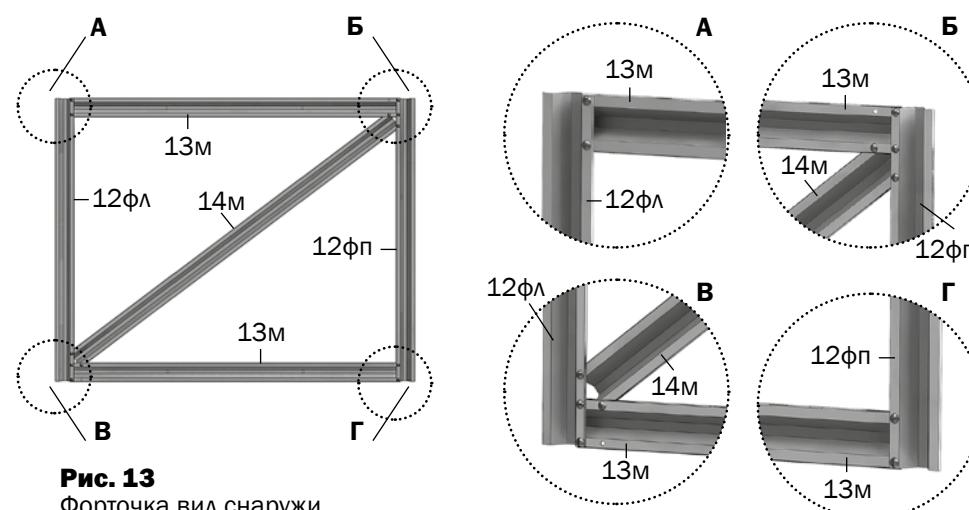
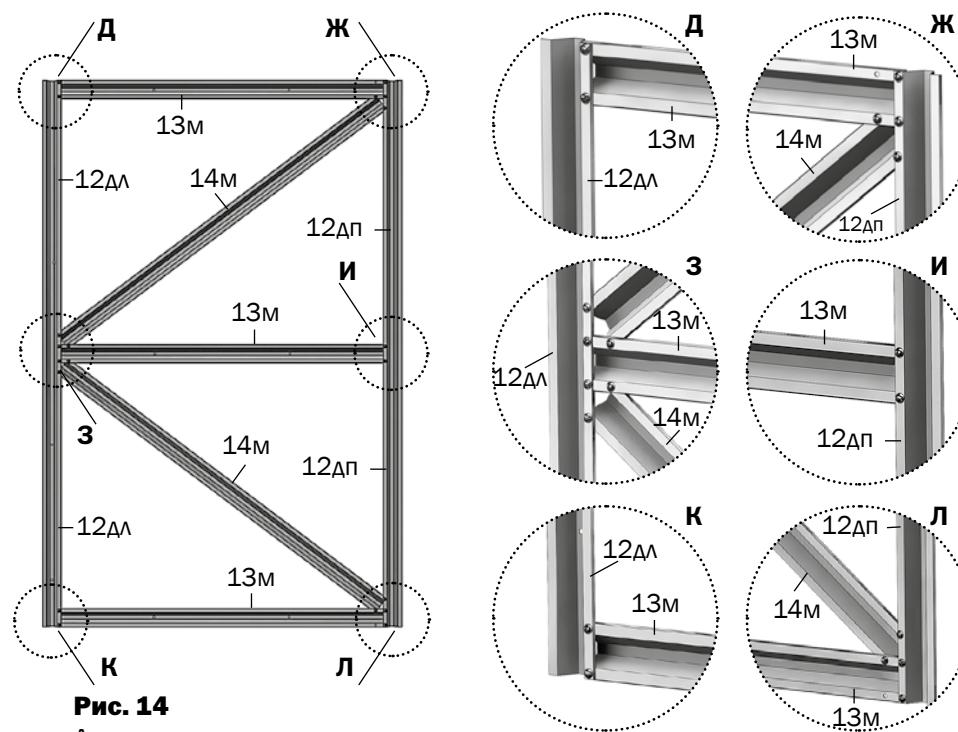

Рис. 13
Рис. 14
детали **12...14** (дверь и форточка) - см. **Рис.13,14**
- Первоначально надо раскроить лист покрытия для торцов. Для этого соберите двери, форточки (**рис.13, рис.14**) и половину торца из деталей дуг **4ВК, 4НК** и прямолинейных деталей **1, 8П, 11-1, 11-2П, 21П, 9-1П, 9-2П**, временно закрепив загнутые концы деталей **11-2** на отверстия дуги. Не снимая защитной пленки с поликарбоната, разметьте лист покрытия в соответствии с **рис. 3 и рис. 4**